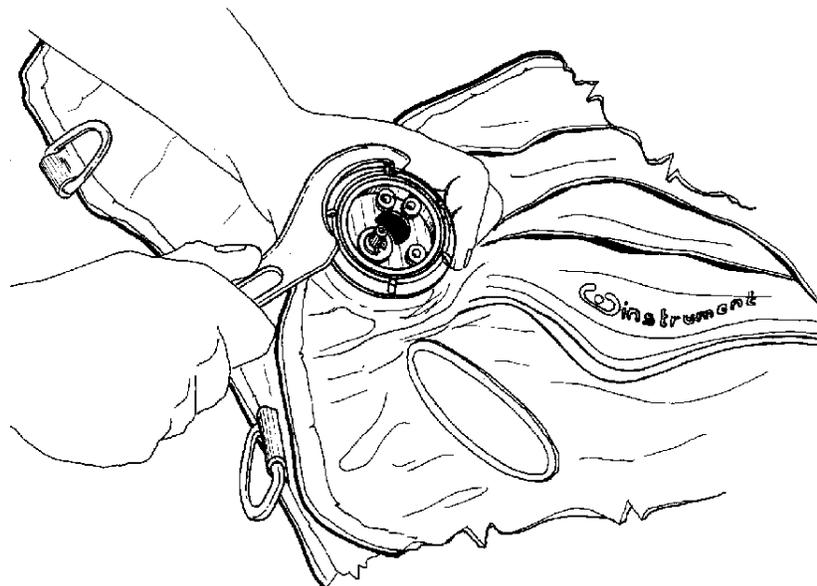

FIG. 1
5. Quite el O-Ring (23) del árbol de la válvula de descarga (29).
6. Destornille, con una llave de espigón (tipo USAG 282/58-62-65), la virola (11). (FIG. 1)
PARA EVITAR DAÑOS AL TUBO INTERNO CAUSADOS POR LA ROTACIÓN DEL SOPORTE INTERNO AL DESTORNILLAR LA VIROLA, ES NECESARIO BLOQUEAR LA PARTE INTERNA DEL MANDO NEUMÁTICO. (FIG. 1).